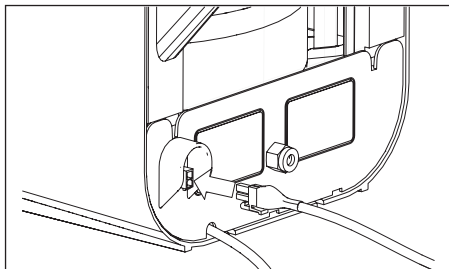

Fig. 7.4 Aansluiten draad op connector boiler
9. Sluit de draad die uit de HotSpot Titanium 3-in-1 kraan komt aan op de connector aan de achterzijde van de boiler (haakje naar beneden) (zie fig 7.4).